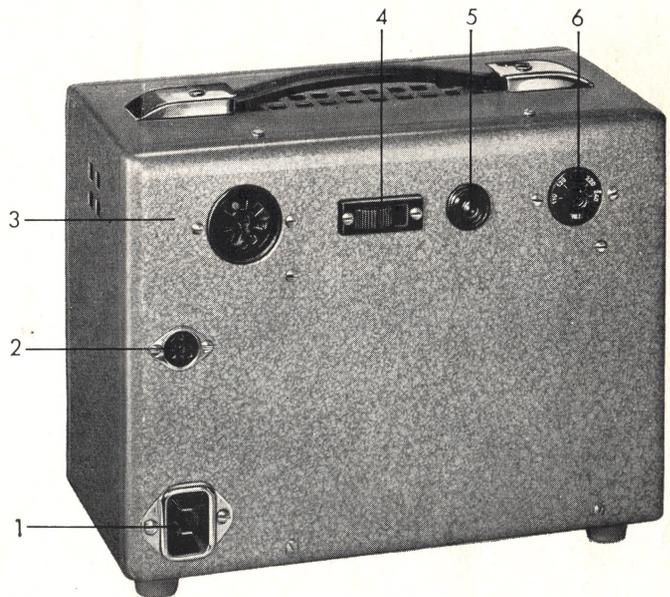

Abb. 1
Der Diodenstecker-Ausgang (2, Abb. 1) am Stromversorgungsgerät ist mit dem mitgelieferten, beidseitig mit Diodenstecker bestückten, abgeschirmten Kabel an einen geeigneten Verstärker anzuschließen. Es wird empfohlen, einen Verstärker mit mindestens 25 W Leistung zu verwenden. Besonders gut geeignet sind die HOHNER-Orgaphon-Verstärker (vgl. vorletzte Seite).
**Stromanschluß:** Das Stromversorgungsgerät ist vom Werk aus auf 220 Volt eingestellt. Mit dem Spannungswähler (6, Abb. 1) kann das Gerät auf alle anderen gebräuchlichen Spannungen (110, 125, 150 und 240 Volt Wechselstrom) umgeschaltet werden. Soll das Gerät an 110, 125 oder 150 Volt angeschlossen werden, so ist die im Spannungswähler befindliche 0,3 Amp.-Sicherung durch eine 0,6 Amp.-Sicherung zu ersetzen.
## Im Stromversorgungsgerät (Abb. 1)